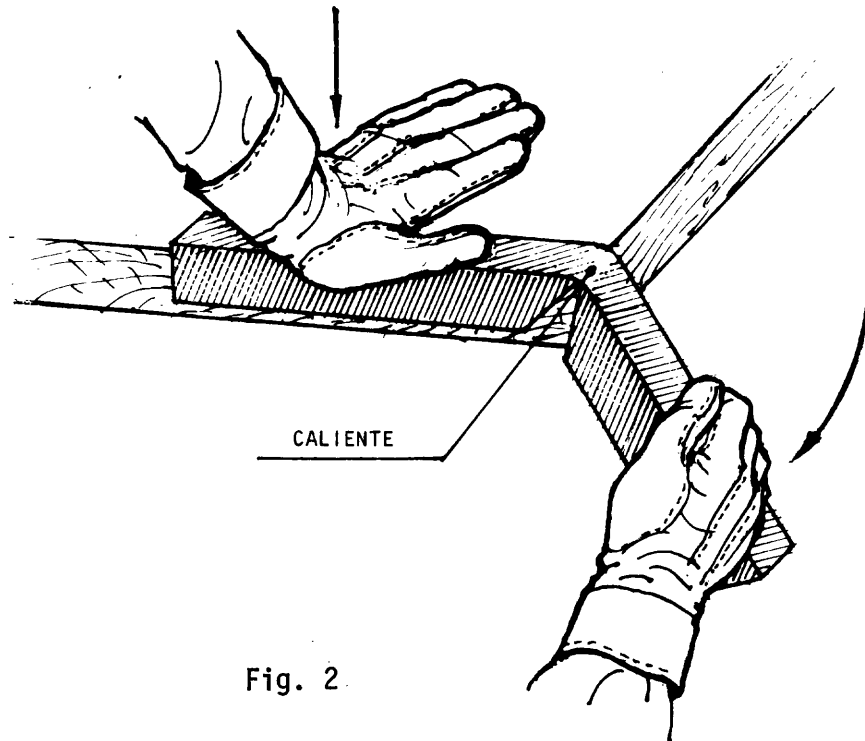

Fig. 2.
- ___ c Doble el perfil en la parte calentada (fig. 2).